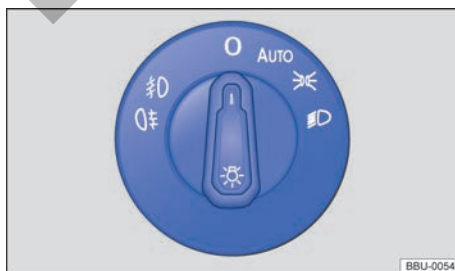

Fig. 81 Junto al volante: mando de las luces (una variante).
- **Encender los faros antiniebla** ☞: Tire del mando de las luces hasta el primer encastre → fig. 81. El testigo de control ☞ se enciende en verde en el mando.